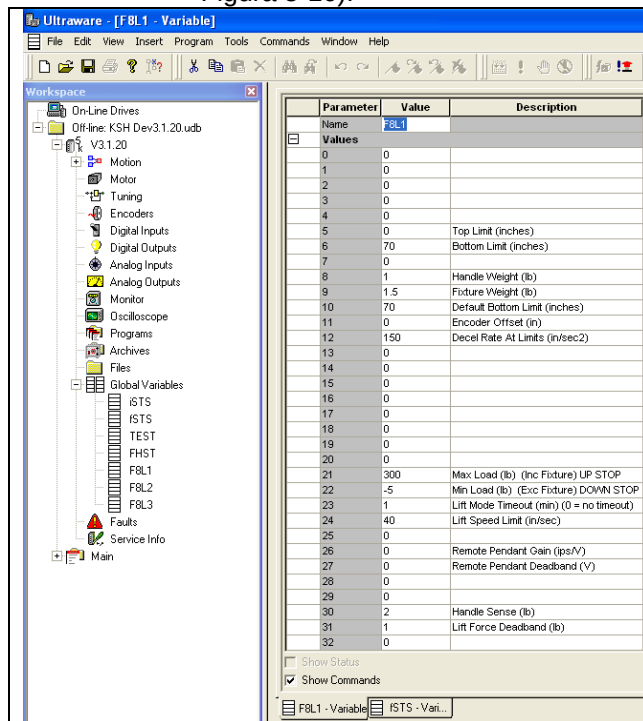

Figura 5-15
- Fase 3. Aprire la tabella F8L1 e fSTS delle variabili globali e scorrere fino al parametro fSTS:3. Si tratta dell'attuale comando sulla manopola analogica ed è espresso in Libbre. Aggiungere questo valore al numero in F8L1:8. Si tratta del peso della manopola usata per impostare l'offset della cella di carico. (cfr. Figura 5-15)